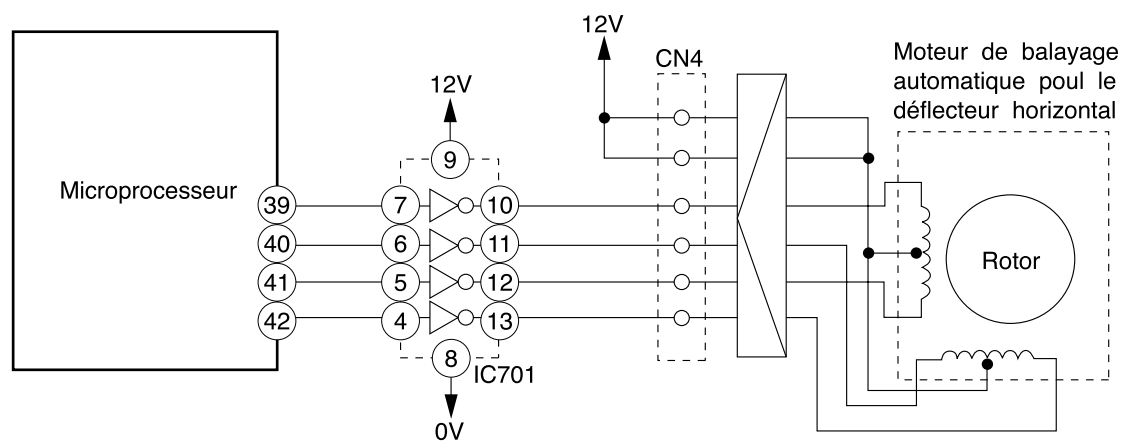

Fig. 4-1 Circuit du moteur de balayage automatique (déflecteur d'air horizontal)
- La figure 4-1 représente le circuit de commande du moteur de balayage automatique; les signaux indiqués sur la figure 4-2 sont appliqués sur les broches 39-42 du microprocesseur.